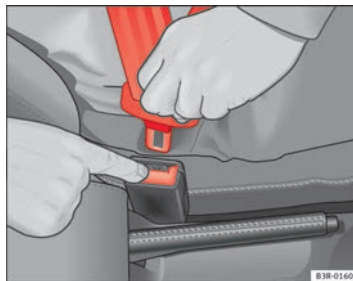

Fig. 15 Retrait du pêne du boîtier de verrouillage ►
- Appuyez sur la touche rouge intégrée au boîtier de verrouillage ⇒ fig. 15. Le pêne est alors libéré ⇒ ⚠.